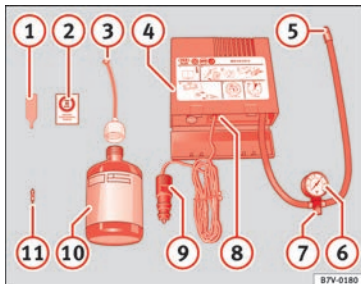

Fig. 67 Rappresentazione standard: contenuto del kit per la riparazione degli pneumatici.
- Svitare il cappuccio e l'elemento di tenuta della valvola del pneumatico. Utilizzare l'apparato » **fig. 67 1** per estrarre l'elemento di tenuta. Collocarlo su una superficie pulita.
- Agitare vigorosamente la bomboletta del sigillante per pneumatici » **fig. 67 10**.
- Avvitare il tubo di gonfiaggio » **fig. 67 3** alla bomboletta del sigillante. La piombatura della bomboletta si rompe automaticamente.
- Rimuovere il tappo del tubo di riempimento » **fig. 67 3** e avvitare l'estremità aperta dal tubo alla valvola dello pneumatico.
- Ricollocare l'elemento di tenuta con l'apparato » **fig. 67 1** nella valvola del pneumatico.
- Avvitare il tubo di gonfiaggio del pneumatico del compressore » **fig. 67 5** nella valvola del pneumatico.
- Verificare che la vite di sfiato dell'aria sia chiusa » **fig. 67 7**.
- Collegare il connettore » **fig. 67 9** a una presa elettrica a 12 V del veicolo »  pag. 168.
- Collegare il compressore ad aria con l'interruttore ON/OFF » **fig. 67 8**.